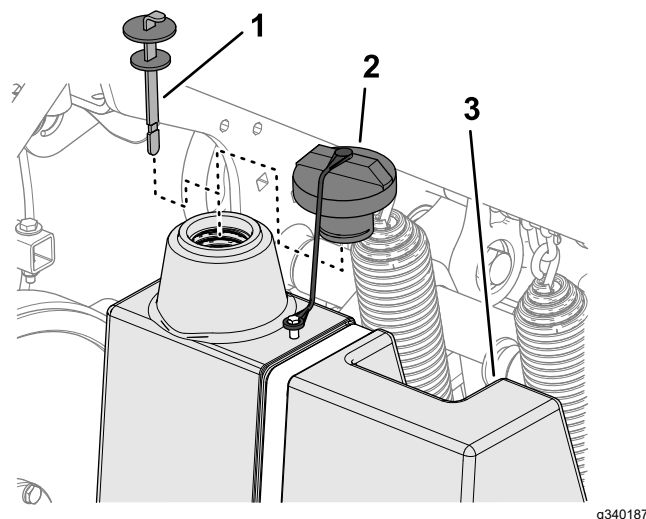

図 179
3. 油圧オイルタンクの注油口周辺をきれいに拭き、キャップ 図 179を外す。給油口からキャップを取る。